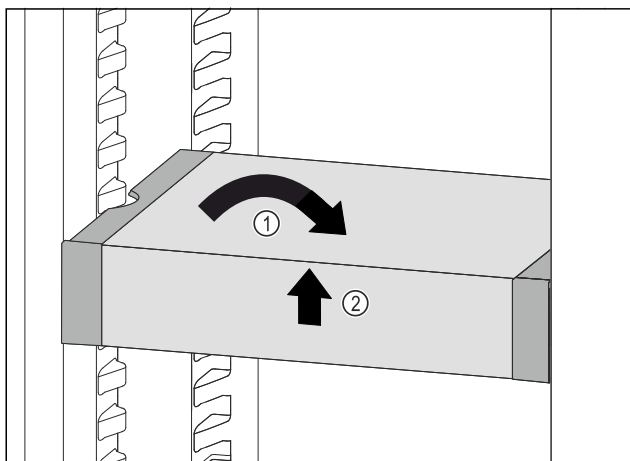

Fig. 88
- Plasser VarioSafe rett. Fig. 88 (1)
- Løft VarioSafe opp i forkant. Fig. 88 (2)